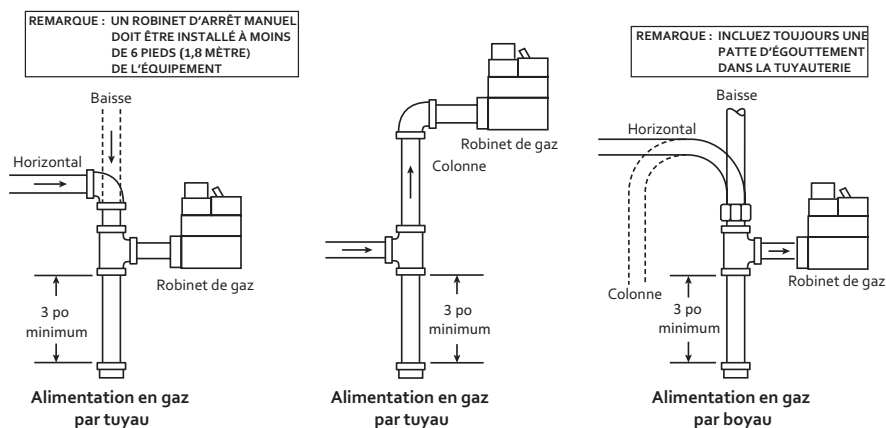

Figure 3. Tuyauterie typique du robinet de gaz
7. Appliquez de la pâte à joints (pâte lubrifiante) **approuvée pour tous les gaz, uniquement sur les filets mâles du raccord de tuyauterie. N'appliquez PAS** de pâte sur les deux premiers filets (voir la figure 3 pour les branchements de tuyauterie typiques).